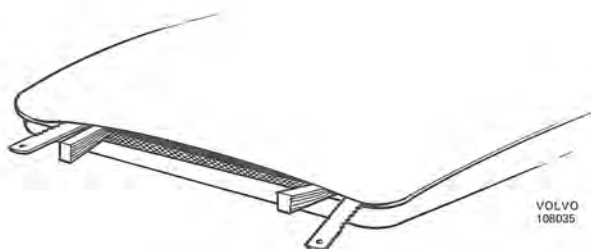

Bild 31. Plastluckans fogytor åtskiljda
1. För att lättare komma åt fogytorna är det lämpligt att spänna isär skalen med tråklossar eller liknande (bild 31).
2. Renslipa fogytorna. Såga med ett bågfiilsblad i sprickans ytterändar för att ge utrymme åt reparationsmaterialet (bild 31).